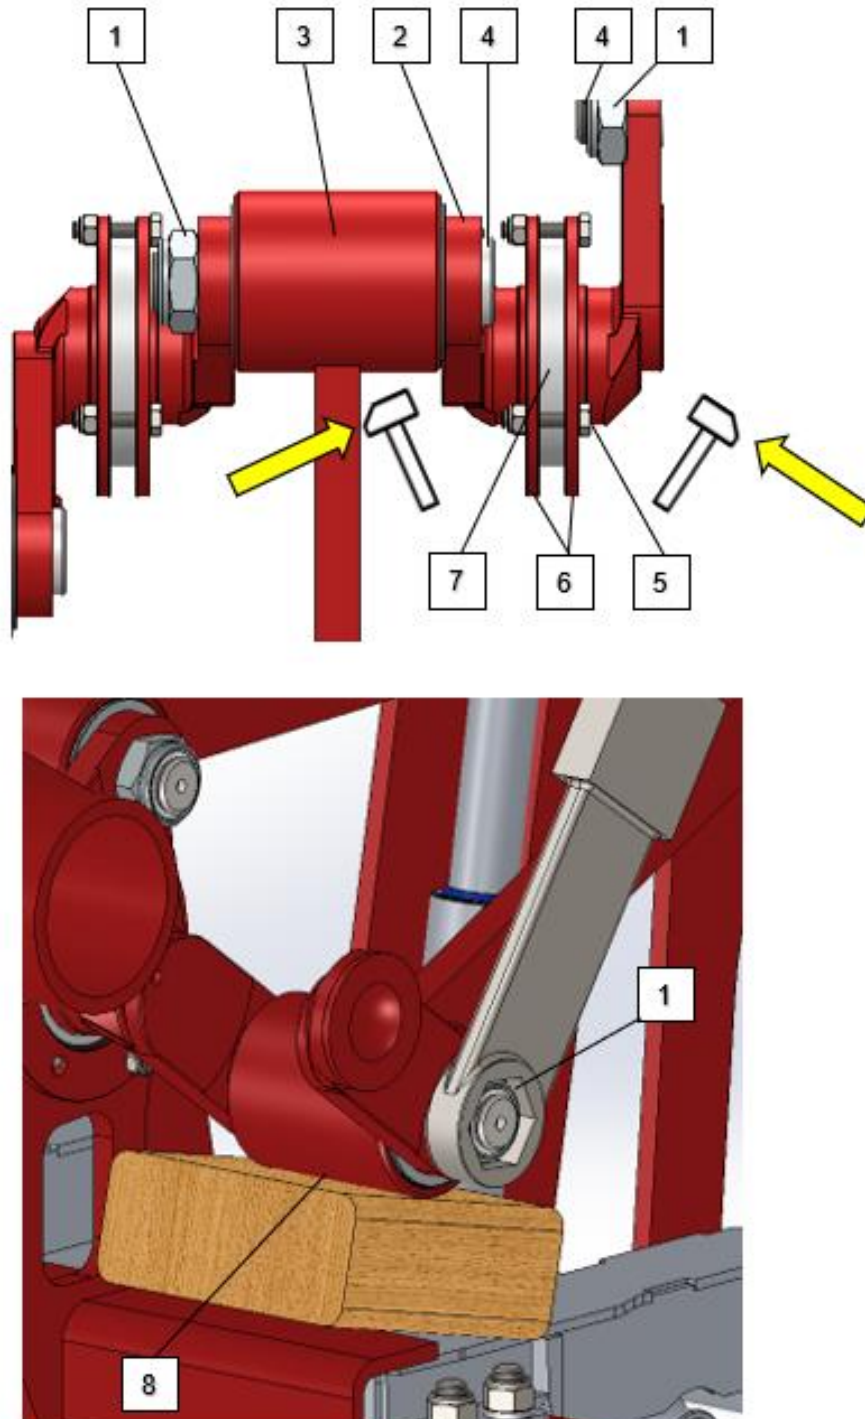

Fig. 16
Vevaxelns sammansättning visas i Fig. 16. Se även reservdelssidan för en mer detaljerad ritning.
Det är nödvändigt att byta ut en vev när den är sprucken eller när muttrarna **(1)** på vevstaken **(2)** lossnar regelbundet. Antingen är vevlagren, vevlagrens hål eller vevstaksstifthålen i veven skadade. Byt ut veven / lagren enligt följande så snart som möjligt för att undvika ytterligare skada på andra delar: (Fig. 16)
Stötta mitten av vevaxeln (8) med ett träblock när du drar åt den stora vevstaksmuttern (1) för korrekt montering. (Se Fig. 16)
2. Använd en hammare för att slå på drabbad vev bredvid storänden på vevstaken (Fig. 16), vilket ger spänning för att lätta på spänningen.